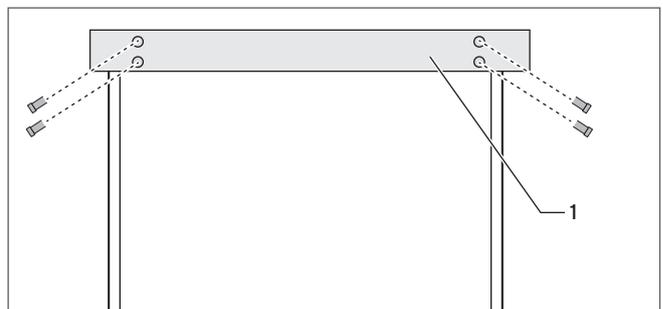

Abb. 4.7 Beispiel: Leiste zur Transportsicherung anbringen
- Nehmen Sie eine handelsübliche Leiste (1), z. B. Dachlatte oder Metallprofil, mit den Minimalmaßen 24x48 mm zur Hand.
- Befestigen Sie die Sicherungsleiste mit passenden Schrauben (siehe Abb. 4.7).